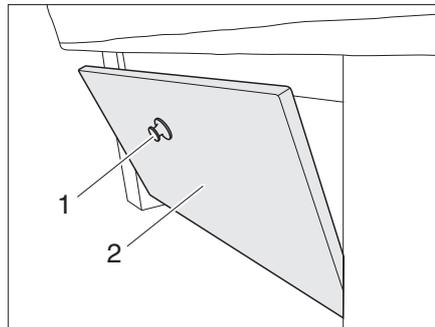
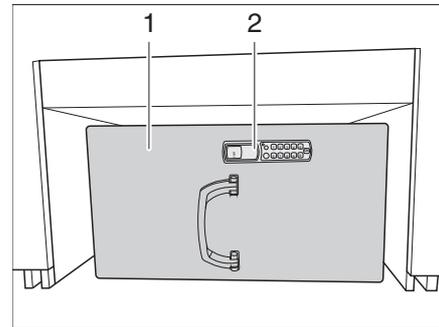

Bild 74 Klappe unter Sitzbank
Bild 75 Tresor
Ein Tresor (Bild 75,1) befindet sich unter der rechten Sitzbank hinter einer abnehmbaren Klappe (Bild 74,2).
- Taster (Bild 74,1) drücken.
- Klappe (Bild 74,2) abnehmen.
- Balkengriff auf der linken Seite des Bedienfelds (Bild 75,2) nach unten schwenken.
- Tresortür (Bild 75,1) öffnen.
- Tresortür (Bild 75,1) schließen.
- Balkengriff (Bild 75,2) nach oben schwenken.
- Klappe (Bild 74,2) einsetzen.